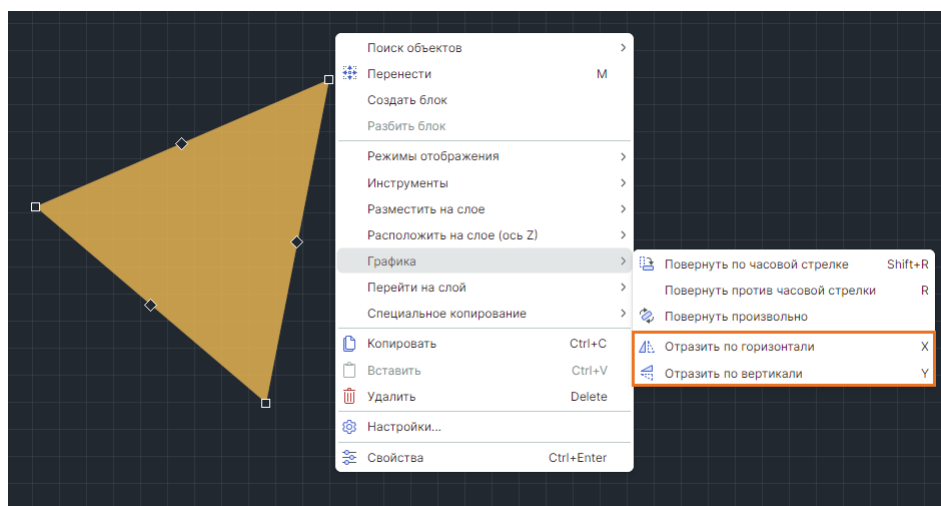

Рис. 268 Вызов функции зеркального отображения
2. Вызовите инструмент, выберите пункт «Отобразить горизонтально/вертикально» в контекстном меню или воспользуйтесь горячими клавишами («X»/«Y»), см. Рис. 268.